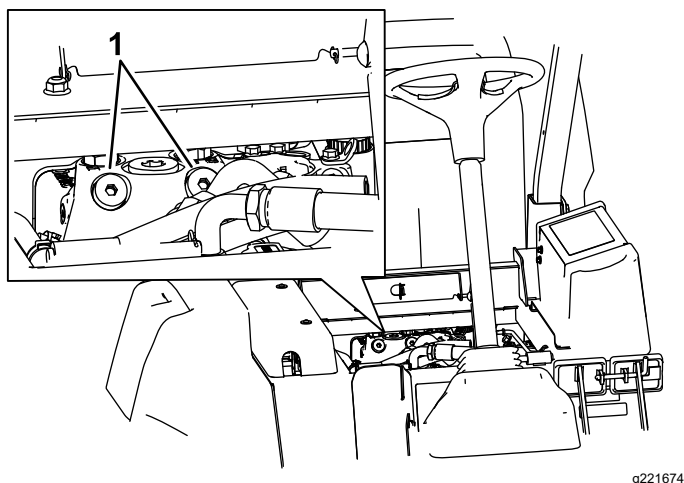

Figure 72
1. Soulevez le siège et localisez les vannes de dérivation qui sont situées sous l'avant du réservoir de carburant (Figure 72).